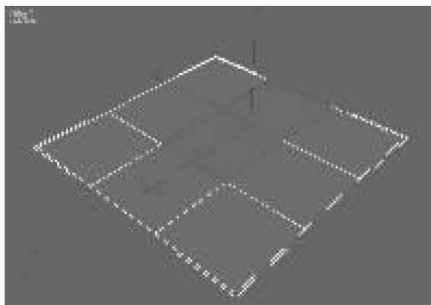
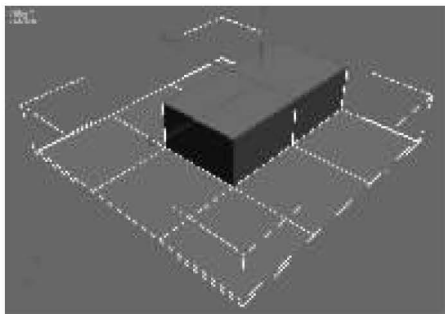

图 7-73 选择多边形
图 7-74 挤出多边形
(4)激活“多边形”子对象,在透视图选中如图7-73所示的多边形。展开“编辑多边形”卷展栏,单击“挤出”按钮右边的▣按钮,在弹出的对话框中设置“挤出高度”为20,挤出后的效果如图7-74所示。